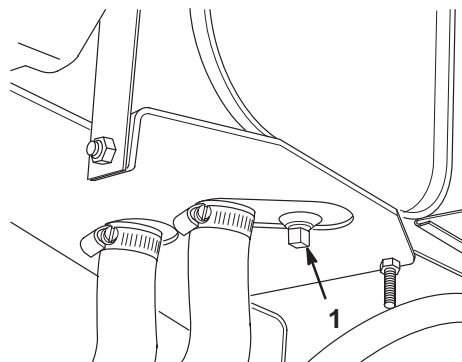

Figure 41
1. Enlevez le bouchon de vidange du réservoir (Fig. 41) et laissez l'huile s'écouler dans un bac de vidange. Revissez le bouchon de vidange en place lorsque toute l'huile s'est écoulée.